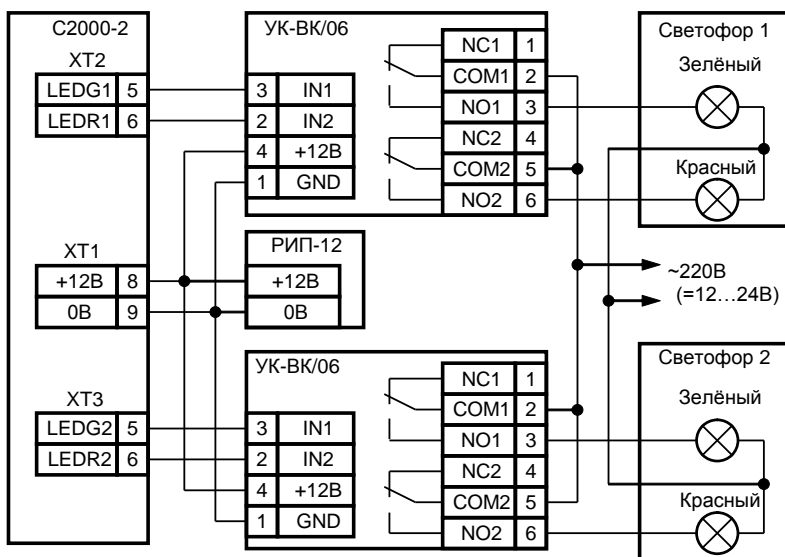

Рисунок 22. Схема подключения светофора к контроллеру «С2000-2» в режиме «Шлагбаум»
4.10.5 При необходимости, подключите светофоры через релейные усилители «УК-ВК/06», коммутирующие напряжение до 220 В (переменного тока) и ток до 10 А (см. рис. 22).